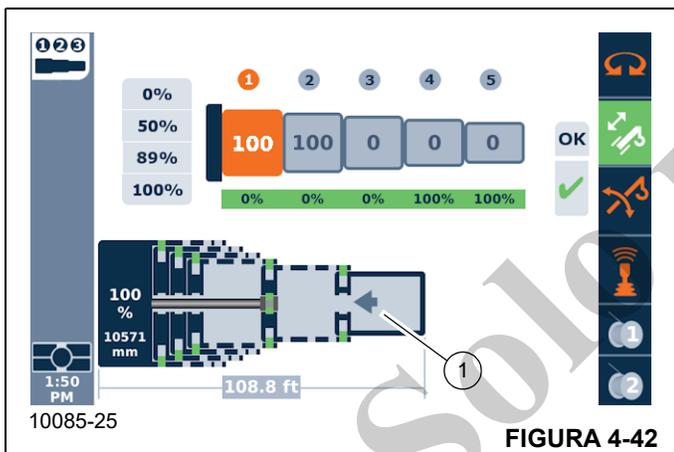

FIGURA 4-42
para esta configuración, y luego se introduce una nueva configuración de pluma final requerida (como 100-100-0-0-0), es imposible usar la nueva configuración a menos que las secciones de pluma existentes se retraigan primero. Cuando surge esta condición, solo la flecha de dirección telescópica izquierda (1) aparecerá en la pantalla (como se muestra en la Figura 4-42). Cuando la pluma está completamente retraída, se producirán los movimientos automatizados para la nueva configuración. Esto es, por ejemplo, cuando T6 está bloqueada a 0 % (después de usar la palanca de control para retraer todo), entonces el cilindro telescópico puede moverse a la sección de pluma T2 para el desbloqueo (ya que es la primera sección de pluma en moverse a la nueva configuración de pluma final de 0-0-0-100-100).